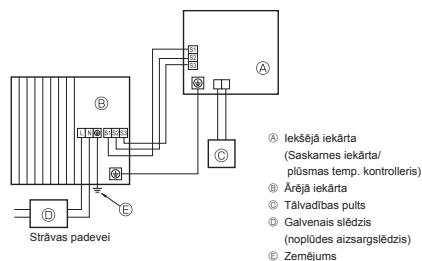
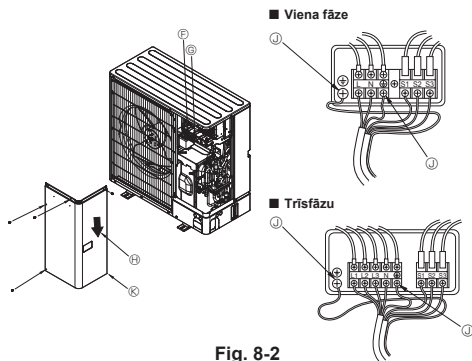

Fig. 8-1
Fig. 8-2
8.1. Ārējā iekārta (Fig. 8-1, Fig. 8-2)
- ① Noņemiet apkopes paneli.
- ② Pievienojiet un izvietojiet kabelus saskaņā ar Fig. 8-1 un Fig. 8-2.